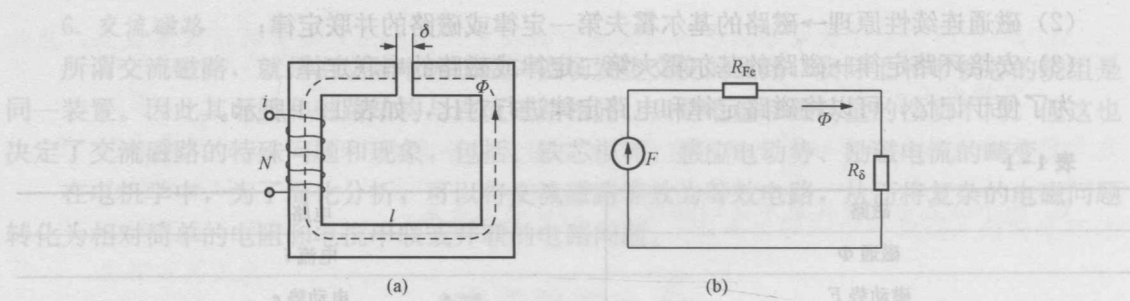

图 1-5
8. 一个开有气隙的铁芯，如图 1-5 (a) 所示，铁芯上绕有线圈，线圈通以电流，此时的等效磁路可以用图 1-5 (b) 表示，由于气隙很小，所以在近似处理时可以等效地把气隙磁阻 R_0 忽略掉。()